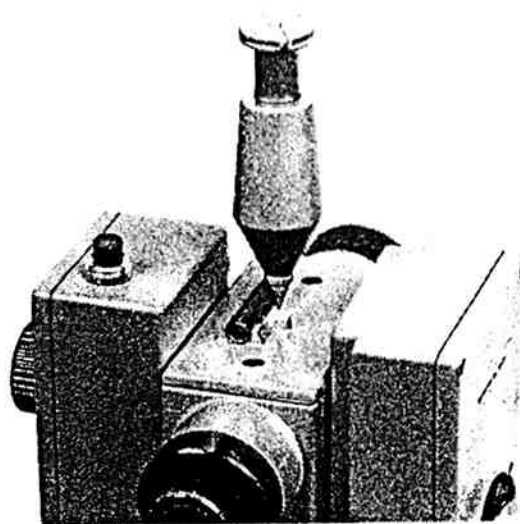

Bild 6 Zentrieren des T05 unter einem Punkt
Soll das Instrument **unter** einem Schnurlot (z. B. Schnurgerüst) zentriert werden, erst Dosenlibelle (16) einspielen und Fernrohr horizontal stellen (Ableseung am Vertikalkreis  $300^\circ$ ). Dann Instrument auf dem Stativteller verschieben (dabei nicht drehen), bis die Spitze des Schnurlotes genau auf die Zentriermarke (Bild 6) zeigt.